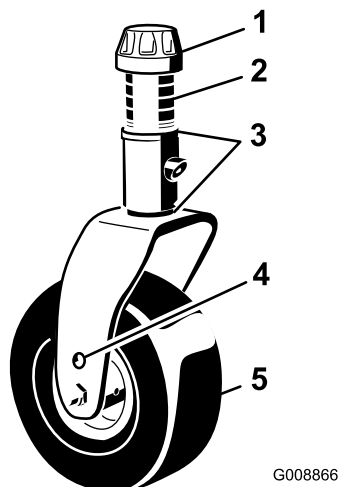

Figura 26
3. Regolate gli spessori (3 mm) sulla forcella (o forcelle) della ruota orientabile, finché l'altezza di taglio non corrisponde al valore riportato sull'adesivo (Figura 26); fate riferimento a Regolazione del passo del piatto di taglio \(pagina 59\).